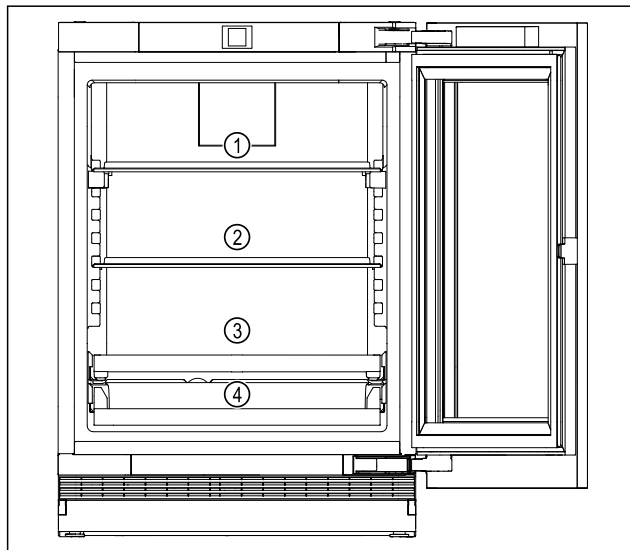

Fig. 5 Beispielhafte Darstellung
- ▶ Oberer Bereich Fig. 5 (1): Dosen, kleinere Flaschen lagern.
- ▶ Mittlerer Bereich Fig. 5 (2): Dosen, kleinere Flaschen lagern.
- ▶ Unterer Bereich Fig. 5 (3): Dosen, kleinere Flaschen lagern.
- ▶ Getränkeablage (4): Dosen, kleinere Flaschen lagern.